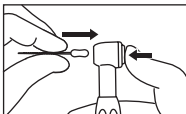

Fig. 2
- ・ 器具のハンドルをチャックに挿入して(図2)、ボタンを放します。